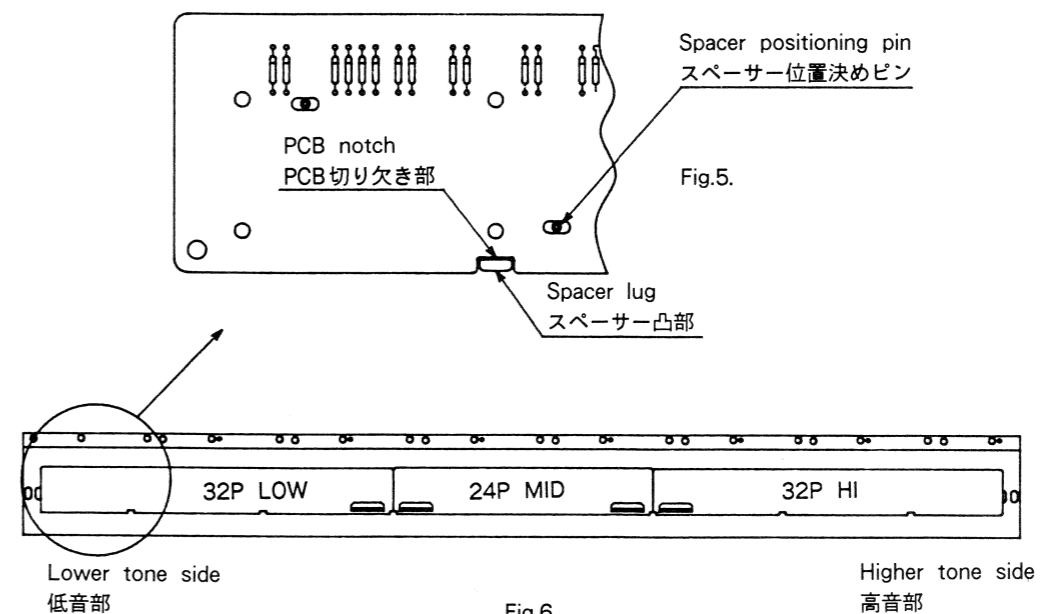

Fig.6.
3) 次に、PCBの切り欠き部とSPACERの凸部を目印として、SPACERの位置決めピンにPCBの位置決め穴がはまるようにPCBを置きます。(Fig.5参照のこと) PCBは、Fig.6で示されるようにLOW、MID、HIの3枚で構成されています。
At this time, use the PCB notch and spacer lug as a guide. (See Fig.5) As shown in Fig.6, there are three PCBs, LOW, MID and HI.